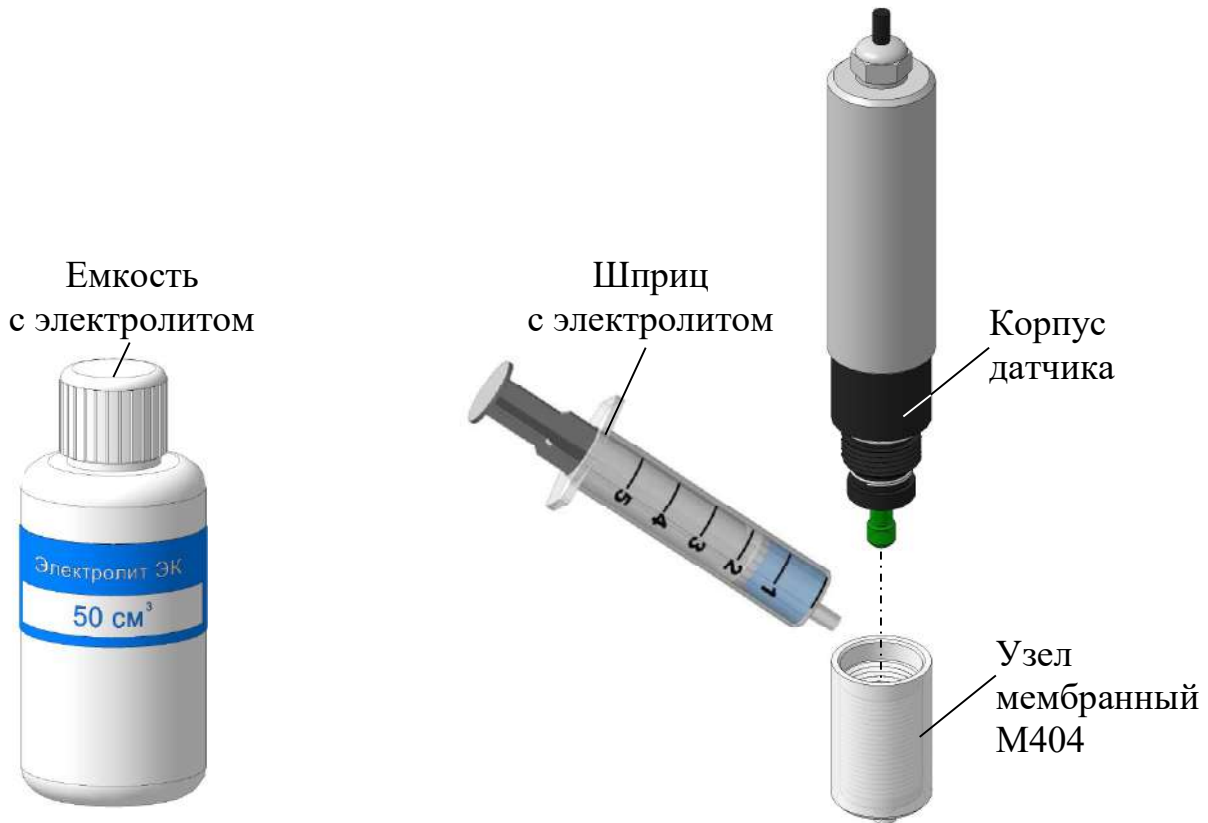

Рисунок 2.3 – Заливка (добавление) электролита ЭК
- расположить датчик вертикально, мембранным узлом вниз (рисунок 2.3);